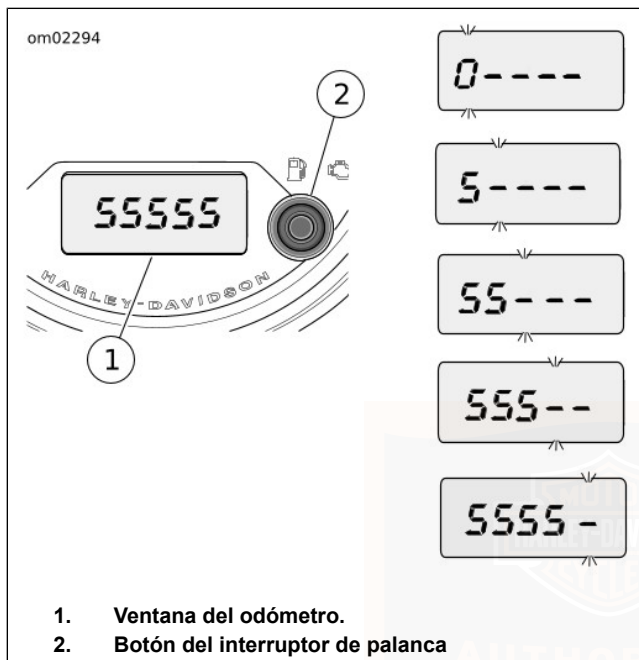

Figura 15. Ingreso del PIN (se ve PIN de muestra)
1. Vea Figura 15. Mientras la luz indicadora de seguridad está destellando, gire el interruptor a ENDENDIDO (Ignition). La pantalla de visualización del odómetro muestra "ENTER PIN" (Introducir el PIN).